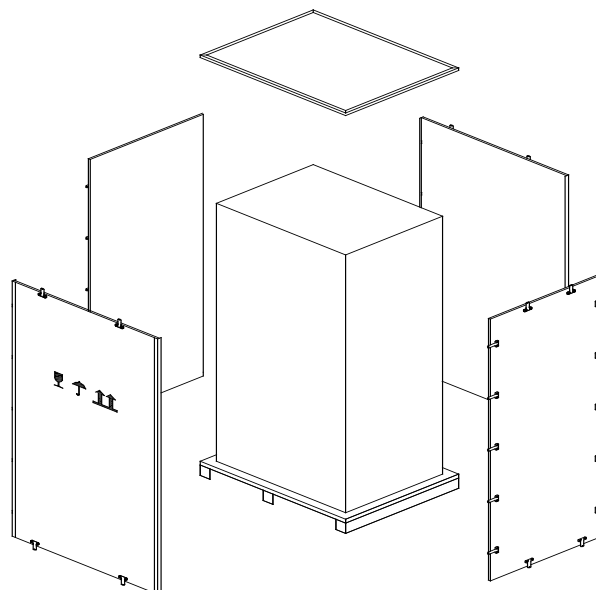

Рисунок 2-4 Распаковка ящика
- 3) Откройте верхнюю крышку деревянного ящика со стальным обрамлением отверткой, а затем боковые стенки (см.Рисунок 2-4).